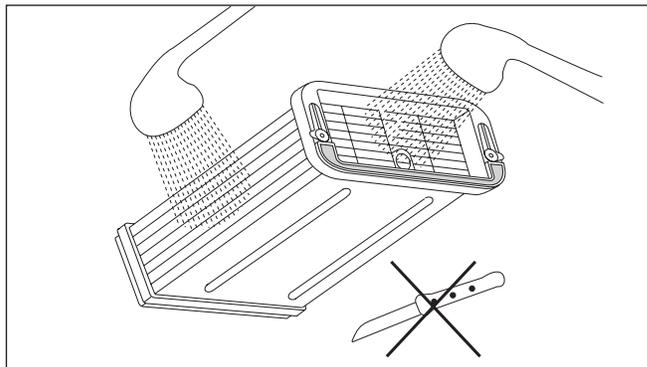

Figure 8.
7. Laver entièrement l'échangeur de chaleur à l'eau. Laisser couler l'eau librement à travers l'échangeur de chaleur. Voir figure 8.